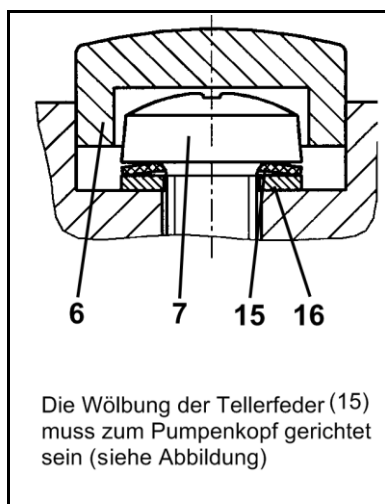

Abb. 14 Ausrichtung der Tellerfeder
i Zur Anordnung von Tellerfeder (15) und Scheibe (16) sowie zur Ausrichtung der Tellerfeder siehe Abb. 14.
10. Schraubenabdeckungen (6) montieren.